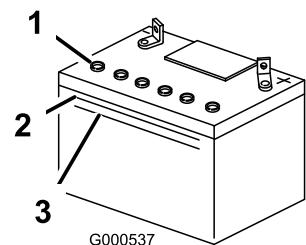

Figura 45
- Mire hacia el lateral de la batería. El electrolito debe llegar a la **línea superior** (Figura 45). No permita que el electrolito esté por debajo de la **línea inferior** (Figura 45).
- Retire los tapones de ventilación de la batería (Figura 45).
- Vierta lentamente agua destilada en cada célula de la batería hasta que el nivel de electrolito llegue a la **línea superior** (Figura 45) de la caja de la batería.
- Espere de cinco a diez minutos después de llenar las células de la batería. Añada agua destilada, si es necesario, hasta que el nivel de electrolito llegue a la **línea superior** (Figura 45) de la caja de la batería.